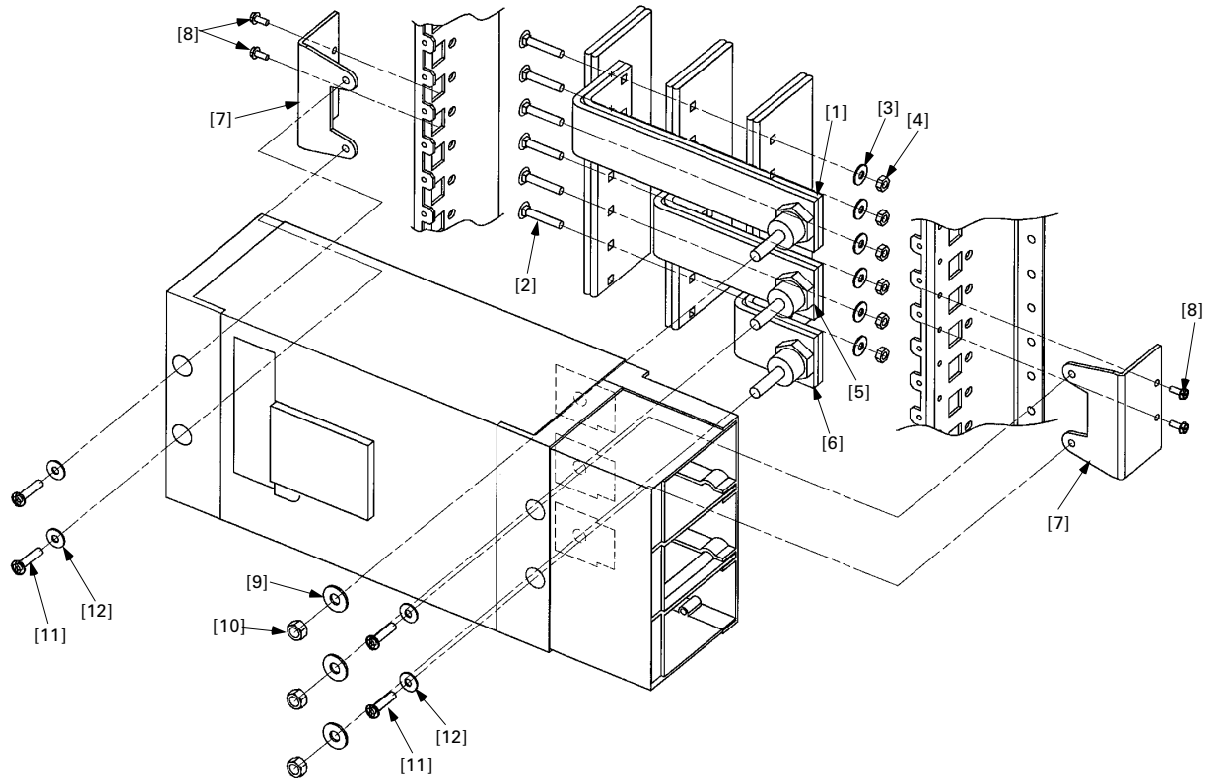

Figure 1. Vue en pièces détachées du montage d'un disjoncteur à boulonnage dans un cadre K.
- 3. Installer les barrettes de disjoncteur.** S'il s'agit d'applications trois phases (kit AMCB3KM), aligner les assemblages de barrettes [1, 5, 6] avec les trous correspondants dans la barre omnibus verticale, comme montré à la Figure 1. Fixer lâchement chaque assemblage de barrette à la barre omnibus verticale avec deux boulons de carrosserie [2], des rondelles coniques [3], et des écrous [4].
S'il s'agit de panneaux à phase simple, d'applications cc, et de fins d'équilibrage des phases (kit AMCB2KM), la Table 2 liste les configurations possibles. Aligner les assemblages appropriés de barrettes [1, 5, 6] avec les trous correspondants dans la barre omnibus verticale, comme montré à la Figure 1. Fixer lâchement chaque assemblage de barrettes à la barre omnibus verticale avec deux boulons de carrosserie [2], des rondelles coniques [3], et des écrous [4].